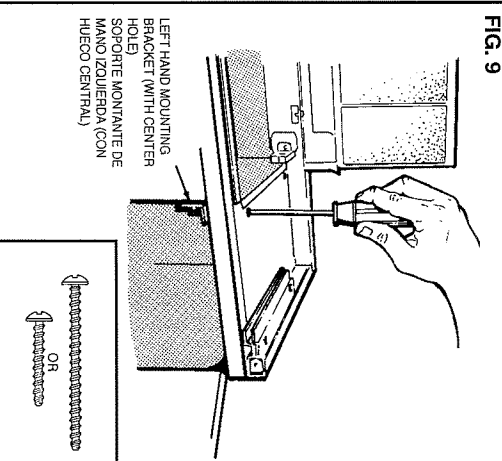

FIG. 9
Two (2) sets of screws are provided. Use short screws for flush bottom cabinets or long screws for recessed bottom cabinets. Insert two (2) screws through housing and into mounting bracket. Do not tighten screws completely. (FIG. 9)
Se suministran dos (2) juegos de tornillos. Use los tornillos cortos para gabinetes con la parte inferior a ras, o los tornillos largos para gabinetes con la parte inferior anuecada. Inserte dos (2) tornillos a través del bastidor y dentro del soporte montante. No apriete los tornillos completamente. (FIG. 9)